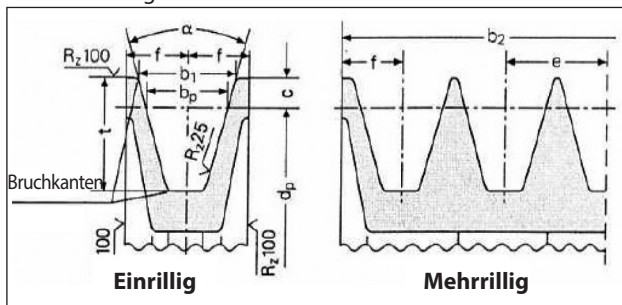

Abb. 9
- Verwenden Sie Riemenscheiben für Keilriemen mit den vom Riemenhersteller vorgeschriebenen / empfohlenen Rillenmaßen. In Ermangelung dieser Werte halten Sie sich an die Vorgaben in Abb. 9 und die Tabelle in Abb. 10.